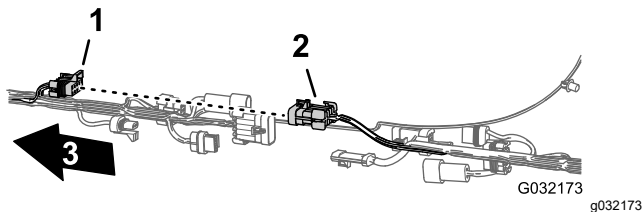

**Figure 14**
1. En passant sous la machine, le long du tube de cadre droit, localisez les connecteurs des faisceaux avant et arrière de la machine (Figure 14).